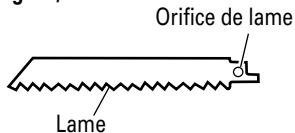

Fig. 11
**Ne pas utiliser de lame de scie avec un orifice de lame usé. La lame pourrait se détacher, ce qui entraînerait des blessures corporelles. (Fig. 11)**